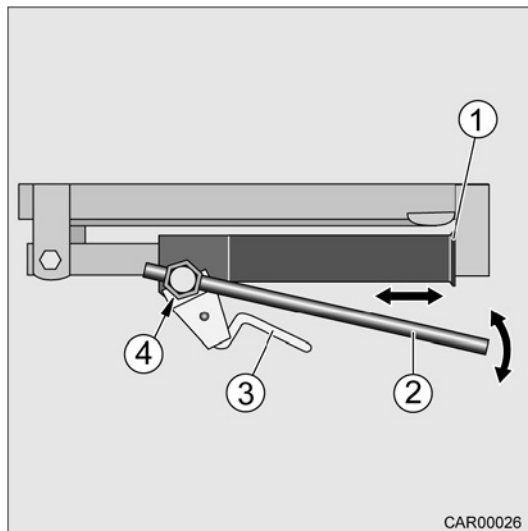

Fig. 57 Béquille arrière à manivelle s-plus
1. Placer la clé à douille (Fig. 57/2) sur l'écrou hexagonal (Fig. 57/4).
2. Amener la béquille arrière à manivelle (Fig. 57/1) avec la clé à douille (Fig. 57/2) en position avant extrême.
3. Enlever la clé à douille (Fig. 57/2) de l'écrou hexagonal (Fig. 57/4).
4. Pivoter la béquille arrière à manivelle (Fig. 57/1) vers le bas. Pour ce faire, pousser sur le levier de sécurité (Fig. 57/3).
4. Pivoter la béquille arrière à manivelle (Fig. 57/1) vers le haut. Pour ce faire, pousser sur le levier de sécurité (Fig. 57/3).
5. Placer la clé à douille (Fig. 57/2) sur l'écrou hexagonal (Fig. 57/4).
6. Amener la béquille arrière à manivelle (Fig. 57/1) avec la clé à douille (Fig. 57/2) en position de stationnement.